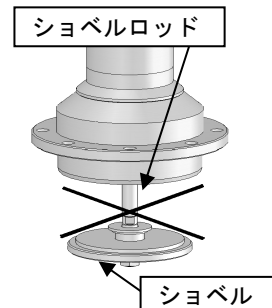

Fig.3 シヨベル部分
- 材料吸込口にあるシヨベル部に手を触れないでください。(Fig.3)
- ポンプ取付けの際、ポンプ下側のシヨベルが引っ込んでいる状態で取付けてください。シヨベル部分が飛び出した状態で取付けると、シヨベルロッドを曲げてしまい、ポンプの吸込み不良になります。(Fig.3)